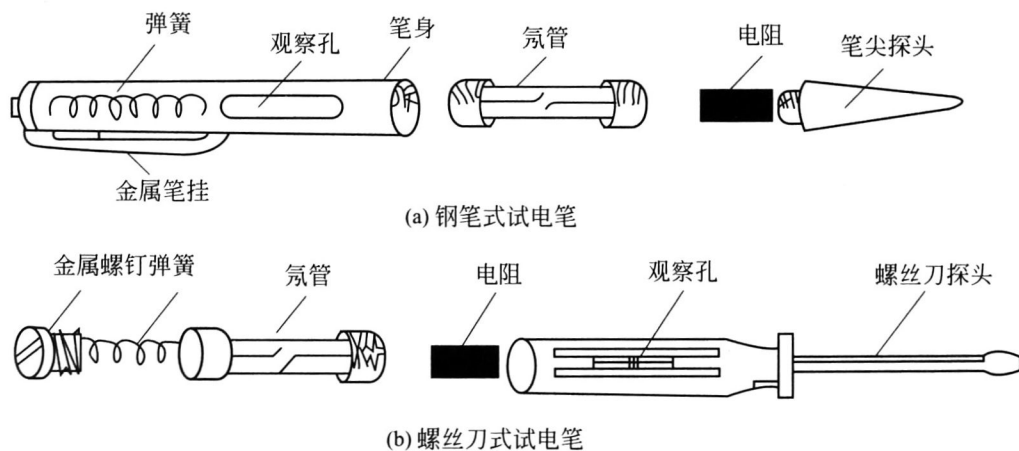
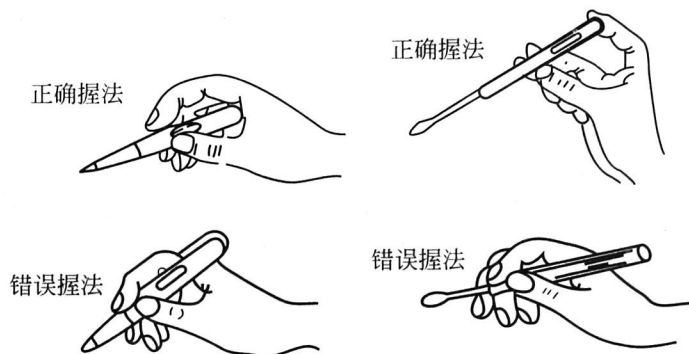

图 1-1 试电笔
图 1-2 试电笔使用方法
(1) 电工常用工具
① 试电笔 常用的低压验电器又称试电笔,检测电压范围一般为 $60\sim 500\text{V}$,常做成钢笔式或螺丝刀式,如图 1-1 所示。在使用试电笔时,必须手指触及试电笔尾部的金属部分,并使氖管小窗背光且朝向自己,以便观测氖管的亮暗程度,防止因光线太强造成误判断,其使用方法如图 1-2 所示。